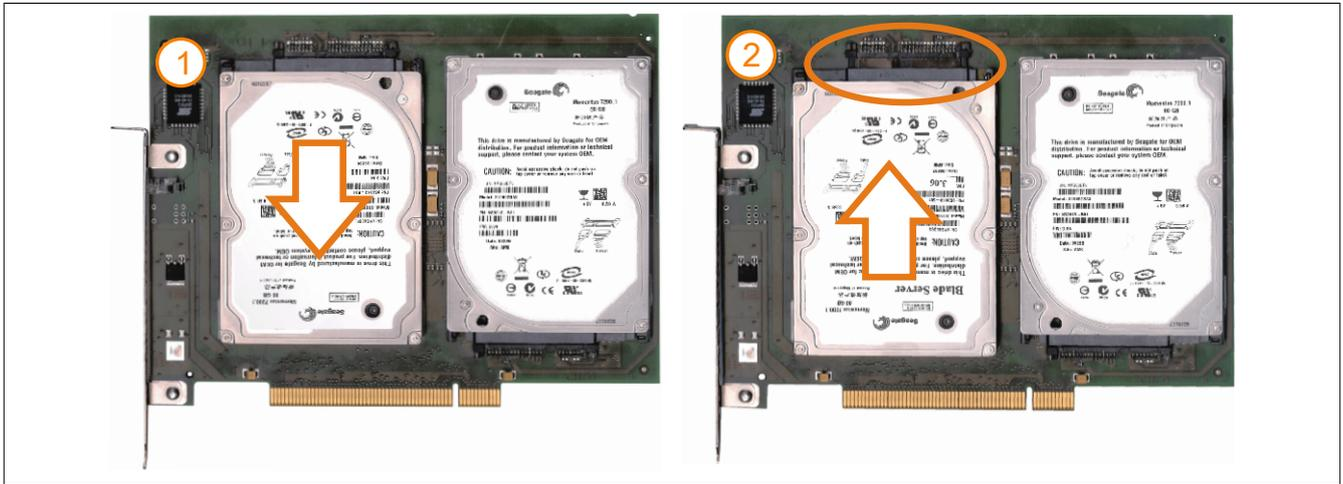

Abbildung 171: Hard Disk Tausch
6. Vorderseitig die Hard Disk nach unten hin wegschieben (Abb. 171: Hard Disk Tausch - linkes Bild).
7. Neue Hard Disk vorsichtig in die Steckverbindung (Abb. 171: Hard Disk Tausch - rechtes Bild) aufstecken und dabei die Hard Disk nur an der Stirnseite, nicht an der Oberseite, berühren.